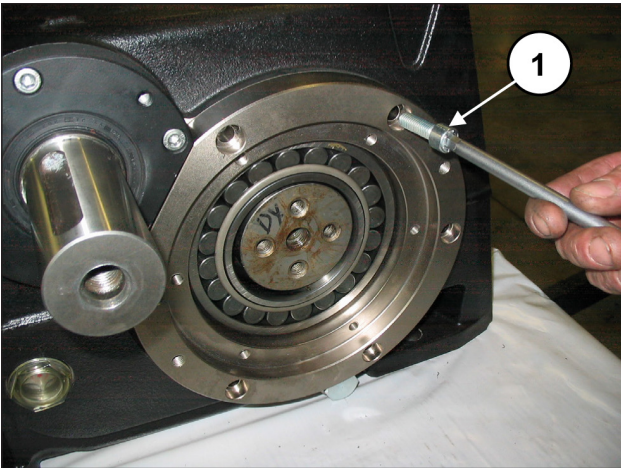

Abb. 74
Befestigen Sie die Lagerdeckel anhand von 6+6 Schrauben M10x30 (Pos. ①, Abb. 74).